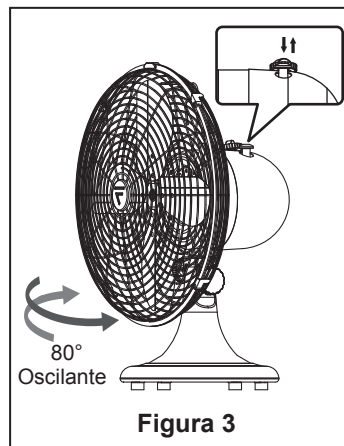

Figura 3
3. Tire el pomo oscilante hacia arriba para que funcione el ventilador sin oscilación. Pulse el pomo oscilante hacia abajo para que funcione el ventilador con oscilación. (Figura 3)